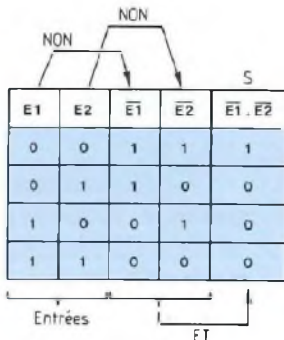

Fig. 3 : Construction de la table de vérité du montage de la figure 2.
- 2 - Construire pas à pas la table de vérité à 5 colonnes de la figure 3 en effectuant, pour chaque ligne, les transformations  $\overline{E1}$ ,  $\overline{E2}$  et enfin  $\overline{E1 \cdot E2}$ .